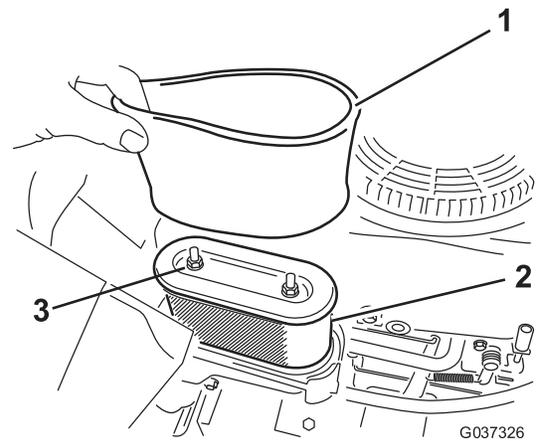

Figure 17
4. Retirez les 2 écrous qui fixent le filtre au boîtier (Figure 17).
1. Placez l'élément en mousse sur l'élément en papier (Figure 17).
3. Fixez le filtre au boîtier avec les 2 écrous (Figure 17).